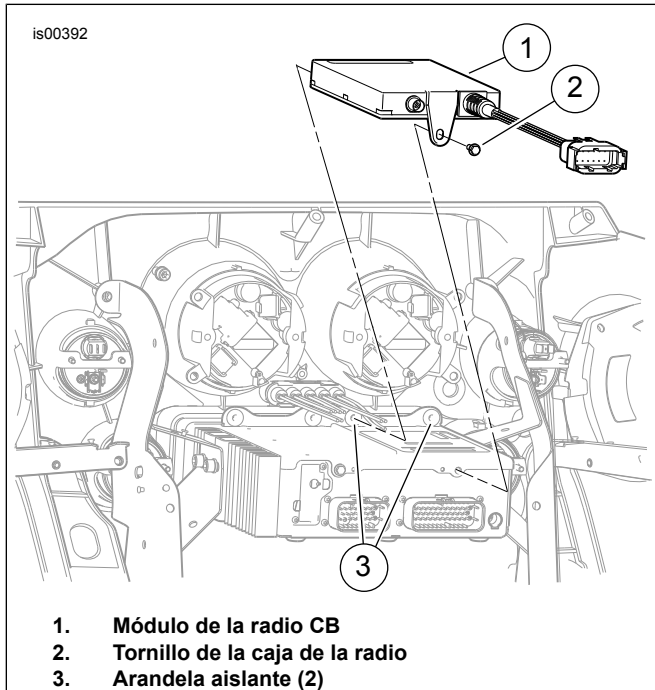

Figura 1. Instalación del módulo de radio CB
3. Vea la Figura 1. Coloque el módulo de la radio CB (1) encima de la caja de la radio AM-FM:
- a. Quite el tornillo (2) de la parte trasera de la radio.
- b. Coloque el módulo de la radio CB sobre la radio AM-FM, con los conos de metal en un extremo del módulo, insertados firmemente en las primeras arandelas aislantes de caucho de la derecha (3) en el frente de la radio.
- c. Sujete el módulo a la radio con el tornillo de la caja de la radio (2). Apriete a 4,0-5,1 N·m (35-45 lb-pulg.).